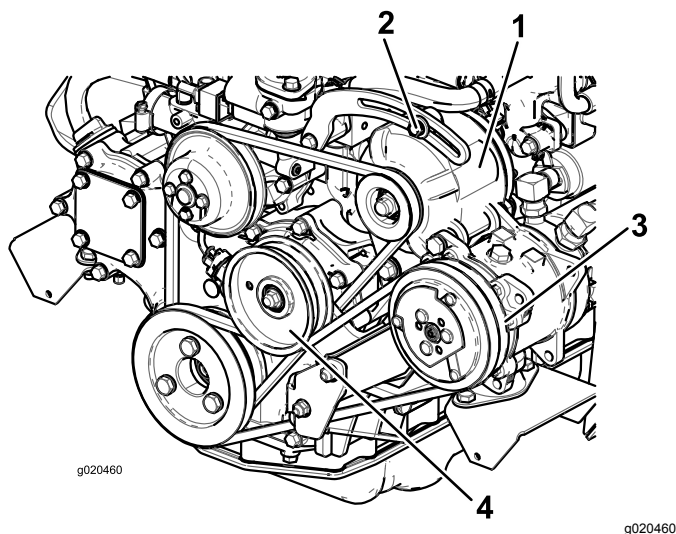

Figura 98
Si la desviación no es de 10 mm, afloje los pernos de montaje del alternador (Figura 98).
2. Si la desviación no es de 10 mm, afloje el perno de montaje de la polea tensora (Figura 98).